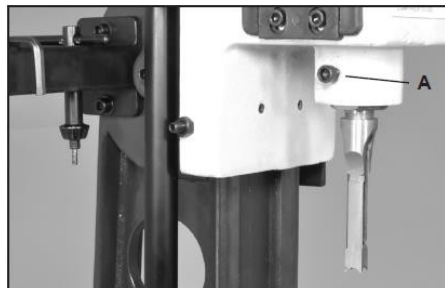

Рис. 10
4. Затяните винт, чтобы зафиксировать резец. Рис. 10, А.